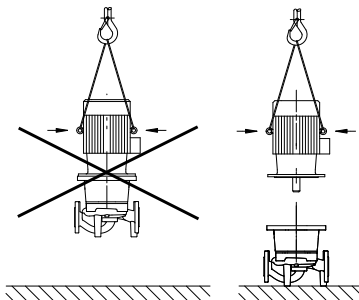

Fig. 8: Транспортування двигуна
- Транспортувальні вушка на двигуні можна використовувати лише для транспортування двигуна, а не всього насоса (Fig. 8).